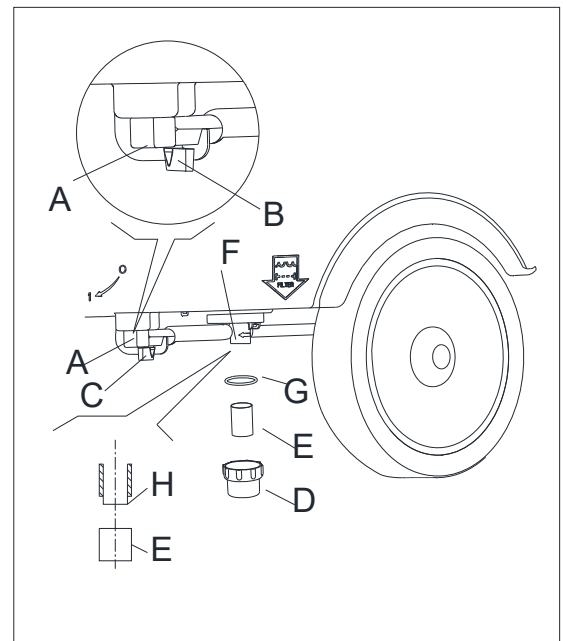

Abbildung 20
- Stellen Sie sicher, dass die Maschine ausgeschaltet ist und der Zündschlüssel (24) entfernt wurde.
- Drehen Sie das Ventil (A, Abbildung 20) auf "0".
- Entfernen Sie die Filterabdeckung (D, Abbildung 20), reinigen Sie den Filter (E, Abbildung 20) und montieren Sie ihn dann am Filtergehäuse (F, Abbildung 20)